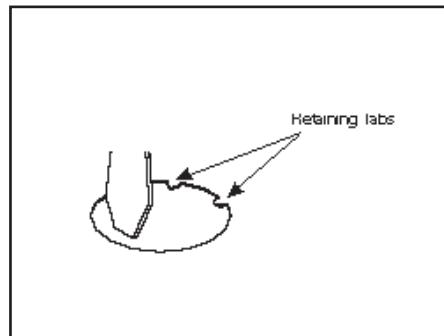

Figure 1
- 1) With the power turned off at circuit breaker box, position Mounting Plate (12) near the junction box and feed supply wires through center hole, position with installed Screw threads facing outward and rotated to correct fixture orientation. Secure using 1-1/2" Screws (11) provided.
- 2) Remove diffuser (14) from housing (1) near one end of housing, grasp edge of diffuser and carefully squeeze to release diffuser from housing. Continue down length of diffuser to fully disengage.
- 3) To access wire way, Open cover (2) by removing center screws (3) and compressing the sides to dis-engaging from the Fixture Housing (1). Rotate cover open to expose wire way.
- 4) On back of fixture, remove 7/8" knockout at center of fixture by placing straight blade screwdriver on knockout and striking sharply with hammer (Always wear safety glasses when hammering). Remove slug by flexing back and forth with pliers. See Fig 1.
1) Con el disyuntor apagado, coloque la placa de montaje (12) cerca del disyuntor y pase los cables de alimentación a través del agujero central, posicione con los tornillos de rosca instalados hacia afuera y gire para corregir la orientación del montaje. Sujete con los tornillos (11) de 1-1/2 in incluidos.
2) Para retirar el difusor (14) de la carcasa (1): cerca de un extremo de la carcasa, sostenga el borde del difusor y comprima con cuidado para liberar el difusor de la carcasa. Continúe a lo largo de la longitud del difusor para retirarlo completamente.
3) Para acceder al cableado, abra la cubierta (2) quitando los tornillos del centro y mediante la compresión de los lados para extraer la carcasa del montaje (1). Gire la abertura de la cubierta para exponer el cableado.
4) Remueva la 7/8" chapa colocando un destornillador de paleta sobre la chapa y dándole un golpe de canto con un martillo. La chapa se termina de sacar con un alicate. Vea Fig 1
1) En s'assurant que le courant soit coupé au niveau du disjoncteur, positionnez le cadre de montage (12) à proximité de la boîte de jonction et passez les fils d'alimentation au centre de la plaque de montage dans le trou central, avec les filages installés tournés vers l'extérieur et pivotés pour corriger l'orientation du luminaire. Fixez à l'aide des vis 1-1/2 po (11) fournies.
2) Pour retirer le diffuseur (14) du boîtier (1) : Saisir le bord du diffuseur près d'une extrémité du boîtier et serrer délicatement pour le libérer. Continuer ainsi le long du diffuseur pour le libérer complètement.
3) Pour accéder à la goulotte guide-fils, ouvrez le couvercle (2) en retirant les vis du centre et en comprimant les côtés pour les dégager du boîtier du luminaire (x). Pivotez le couvercle ouvert pour exposer la goulotte guide-fils.
4) Pour enlever la 7/8" débouchure appuyer un tournevis sur celle-ci et donner un coup de marteau. (Toujours porter de lunettes de sécurité en utilisant un maratneau.) Dégager la rondelle à l'aide de pinces puis l'enlever. Voir Fig 1.